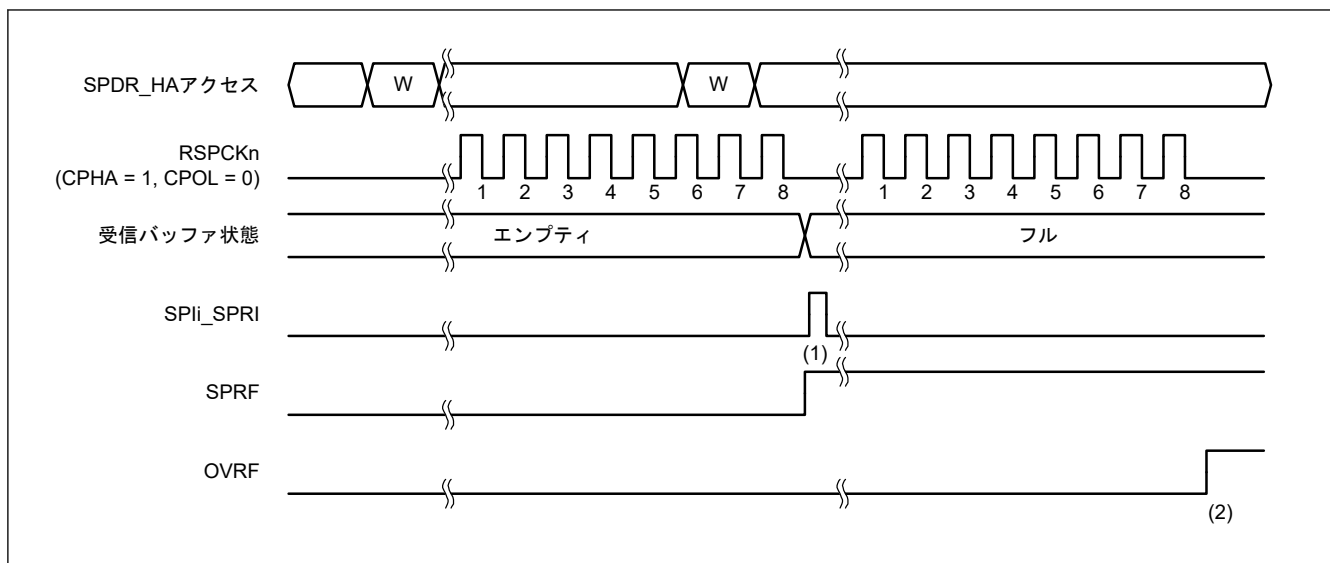
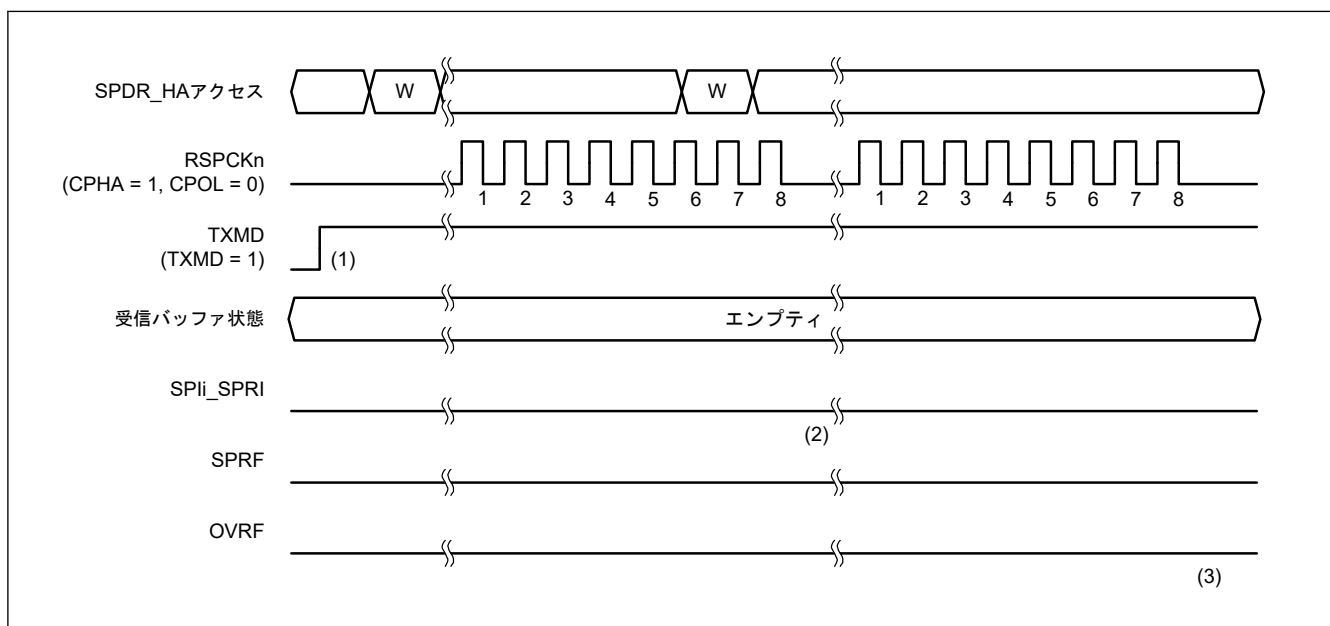
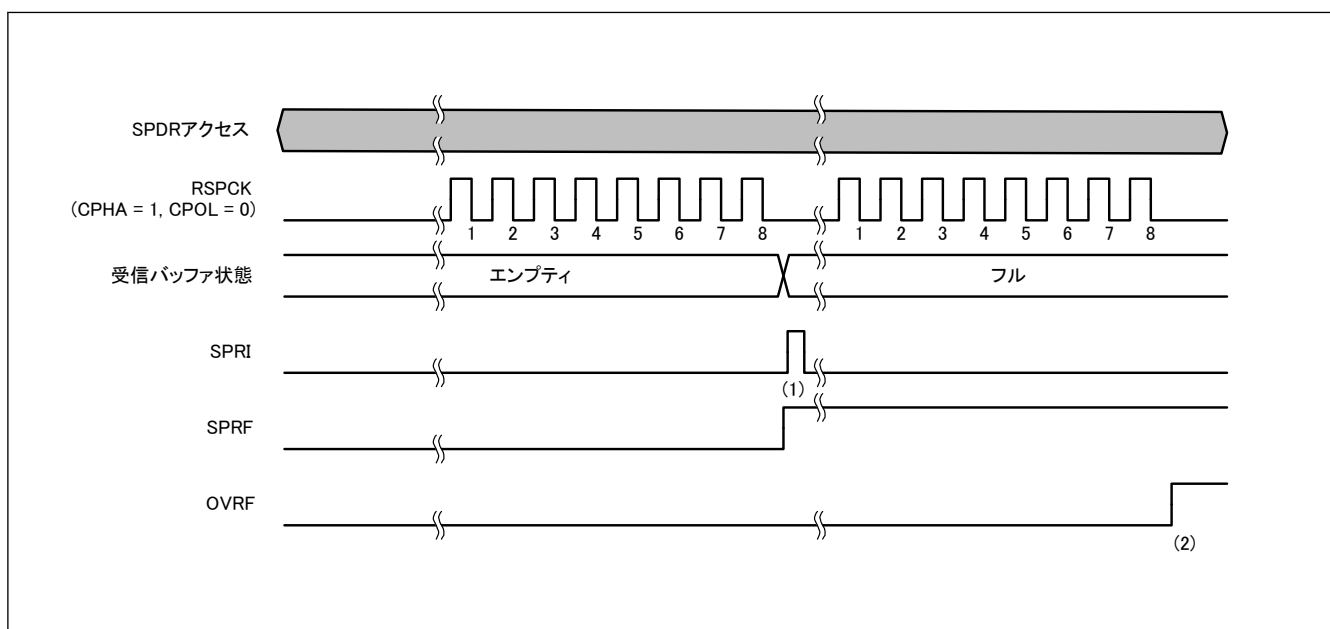

図 28.26 SPCR3.ETXMD = 0 かつ SPCR.TXMD = 0 の動作例
図 28.27 SPCR3.ETXMD = 0 および SPCR.TXMD = 1 の動作例
図 28.28 MSTR = 0 かつ ETXMD = 1 の場合の動作例
通信動作モード選択ビット (SPCR.TXMD) の設定により、全二重同期式シリアル通信または送信のみの動作が選択できます (拡張通信モード選択ビット (SPCR3.ETXMD) が 0 の場合)。SPCR3.ETXMD ビットが 1 の場合、スレーブモード (SPCR.MSTR = 0) で SPI の動作は受信のみです。これは SPCR.TXMD ビットが SPI の動作に影響を及ぼさないためです。図 28.26、図 28.27、および図 28.28 に記載した SPDR アクセスは、SPDR レジスタへのアクセス状況を示しています。W は書き込みサイクルを示しています。
図 28.26 に、SPI コントロールレジスタ 3 (SPCR3) の拡張通信モード選択ビット (ETXMD) を 0、通信動作モード選択ビット (SPCR.TXMD) を 0 にした場合の動作例を示します。この例では、SPDCR.SPFC[1:0] ビットが 00b、SPCMDm.CPHA ビットが 1、SPCMDm.CPOL ビットが 0 の設定で、SPI が 8 ビットのシリアル転送を実行しています。RSPCKn 波形の下に記載した数字は、RSPCK サイクル数 (= 転送ビット数) を示しています。
以下に、図 28.26 の (1)、(2) に示したタイミングでのフラグ動作を説明します。
図 28.27 に、拡張通信モード選択ビット (SPCR3.ETXMD) を 0 にした場合および通信動作モード選択ビット (SPCR.TXMD) を 1 にした場合の動作例を示します。この例では、SPDCR.SPFC[1:0] ビットが 00b、SPCMDm.CPHA ビットが 1、SPCMDm.CPOL ビットが 0 の設定で、SPI が 8 ビットのシリアル転送を実行しています。RSPCKn 波形の下に記載した数字は RSPCK サイクル数 (= 転送ビット数) を示しています。
以下に、図 28.27 の (1)~(3) に示したタイミングでのフラグの動作内容を説明します。
SPI コントロールレジスタ (SPCR) の SPI マスタ/スレーブモード選択ビット (MSTR) を 0 に設定し、SPI コントロールレジスタ 3 (SPCR3) の拡張通信モード選択ビット (ETXMD) を 1 に設定した場合の動作例を図 28.28 に示します。SPI データコントロールレジスタ (SPDCR) の SPFC[1:0] ビット = 00b、SPI コマンドレジスタ (SPCMD) の CPHA ビット = 1、SPCMD の CPOL ビット = 0 の設定で、SPI が 8 ビットデータシリアル転送をする例を図 28.28 に示します。RSPCK 波形の下番号は、RSPCK 周期の番号 (転送ビットの番号) を示します。